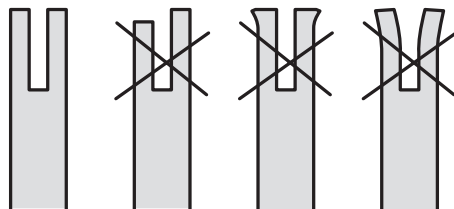

Fig. 41
5. Verificar o desgaste da barra-guia 'calha': Segurar uma régua (canto direito) contra o lado da barra-guia e 'placas laterais cortantes'. Se houver um espaço entre a régua e a barra-guia, a barra-guia 'calha' é normal. Se não houver folga (régua encostada ao lado da barra guia), a barra guia 'calha' está desgastada e precisa de ser substituída por uma nova do mesmo tipo (Fig. 41).